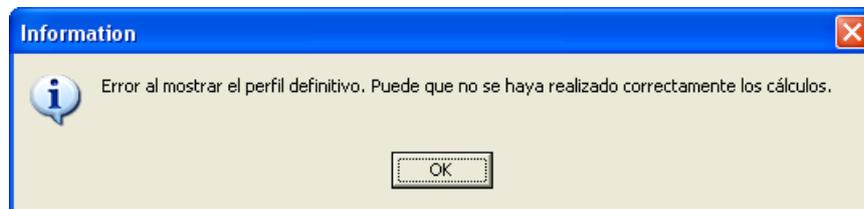

Figura 11.45.
- Figura 11.45: Debemos de revisar el replanteo de apoyos realizado y volver a calcular la línea.